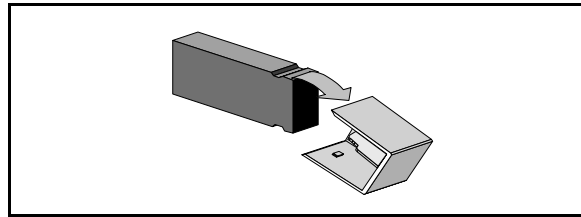

Abbildung 3-4 Entfernen der Kappe von der Taste
- 2) Entfernen Sie, um die Seitenplatte lösen zu können, zunächst die Kappe von der Auswurfaste. Sie läßt sich abnehmen, indem Sie sie seitlich mit Daumen und Zeigefinger halten, leicht zusammendrücken und **vorsichtig** durch Hin- und Her-Bewegungen in Pfeilrichtung wie in Abbildung 3-4 dargestellt vom Tastenschaft ziehen.
Die Tastenkappe hat kleine Noppen, die sich unten und oben am Schaft festhaken, wie in Abbildung 3-4 abgebildet. Wenn man die Kappe oben und unten festhält, erhöht das häufig die Haftfähigkeit der Noppen, sodaß man mehr Kraft aufwenden muß, um die Kappe zu entfernen. Durch zuviel Kraft kann jedoch der Schaft ganz aus dem Auswurfmechanismus gerissen werden, was zur Folge hat, daß der Monitor in einer Reparaturstelle repariert werden muß.